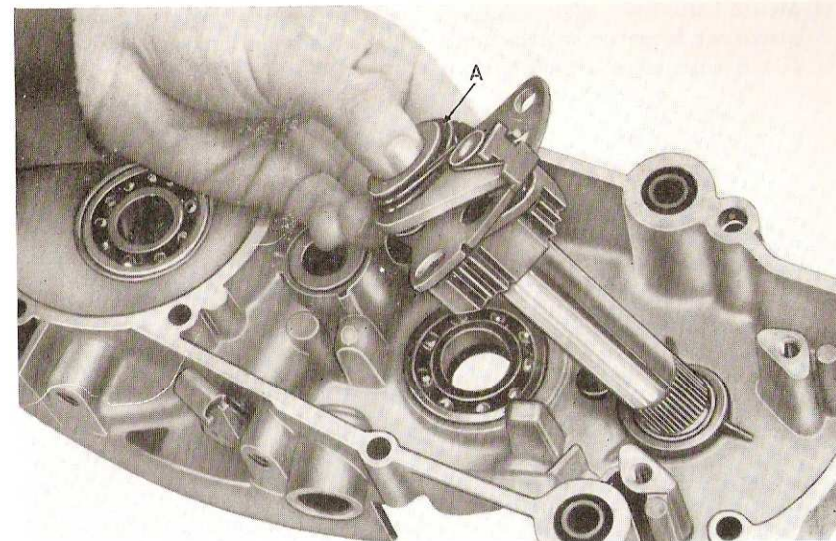

Fig. 19 - Montage du présélecteur
16. Fig. 19 - Engager le groupe présélecteur dans le carter droit, le fixer par les 2 vis à pans, mais sans visser à fond.
17. Monter le ressort (A), en croisant les bouts.